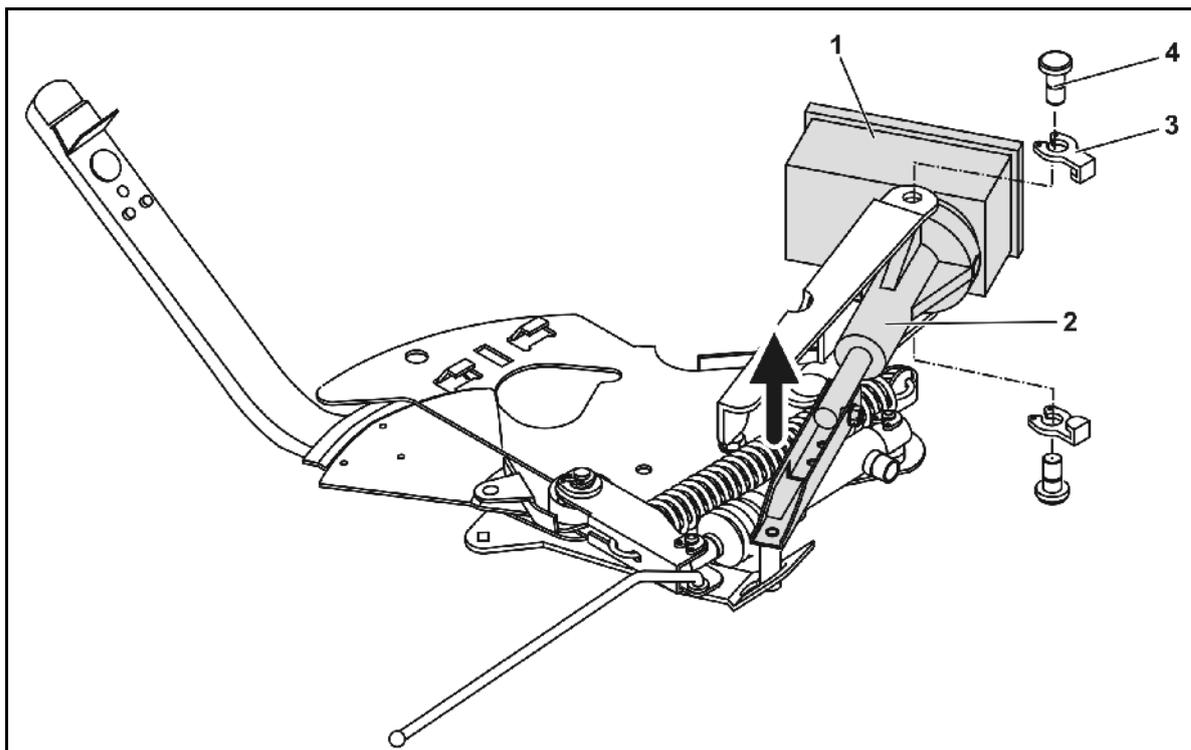

Fig. 82
1. Retirez les deux circlips (Fig. 82/3) avec une pince à circlip.
2. Retirez les deux axes d'articulation (Fig. 82/4).
3. Retirez le servomoteur (Fig. 82/1) de la console moteur.
4. Soulevez le servomoteur et décrochez le tirant (Fig. 82/2) de la prise de connexion de la trappe de dosage.
Immobilisez le tirant décroché (Fig. 82/2) à l'aide de moyens appropriés afin d'éviter qu'il n'interfère dans la zone de travail du vérin hydraulique.